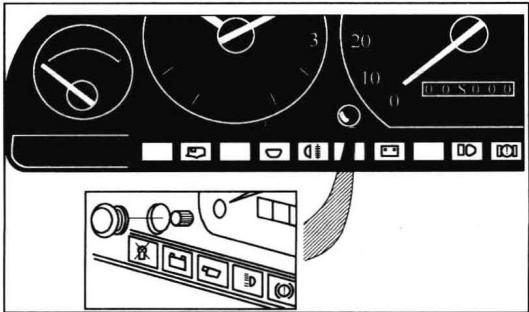

图 1-1 复位按钮
(1) 拆下靠近里程表左侧的橡胶索环, 图 1-1 所示为复位按钮。
(2) 用螺钉旋具按下复位按钮。